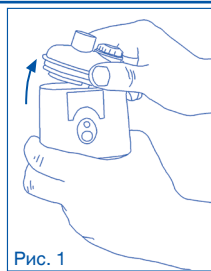

Рис. 1
1. Уберите верхнюю часть (A3) с корпуса прибора (рис. 1)
- *Отсоедините от аппарата (А) блок питания, вынув из него токопроводящий кабель (G)*
- *Удалите все верхние компоненты (А3) с корпуса прибора (рис. 1), а также подсоединённые комплектующие.*